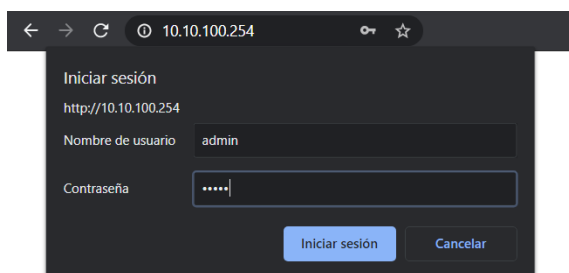

Fig. 48. Logeado de usuario.
2. Abrir el navegador y teclear la dirección 10.10.100.254. Se mostrará la siguiente pantalla, entrar el nombre de usuario "admin", la contraseña "admin" y hacer clic en "Iniciar sesión". Ver Fig. 48.